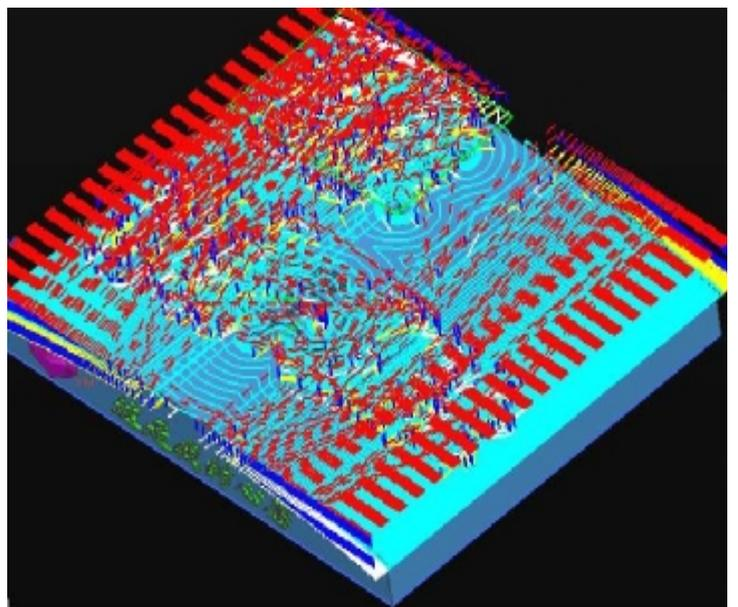
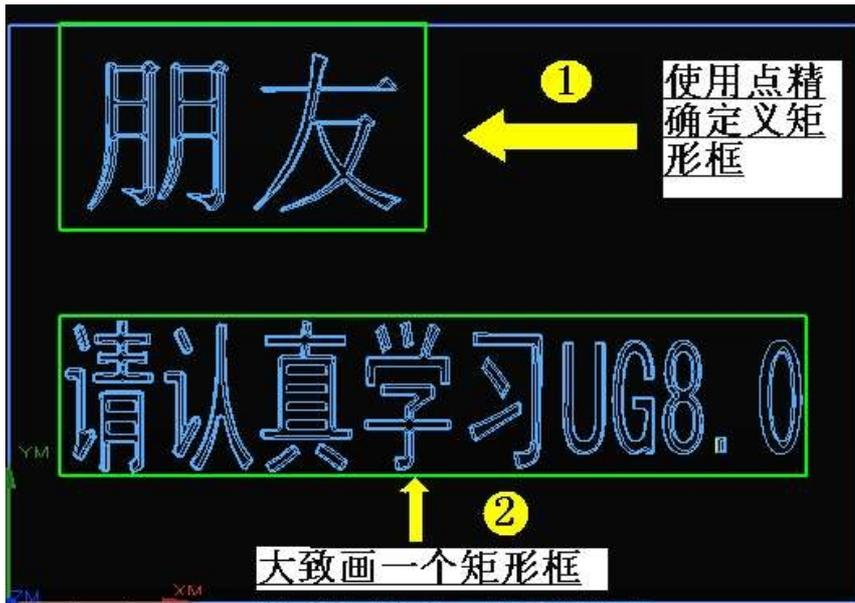

图kc2
图kc3
②分析：对于字体的加工最好是要单独的处理，所以我们就先把大曲面位置加工出来，然后集中精力实施对字体的加工。首先创建开粗程序——使用 D30R5 的刀具创建型腔铣开粗操作并进入对话框：选择字体为检查几何体（使用面方式），再选择零件的上表面和字体为加工区域（下图开粗 1、图 kc2）；其它参数设置如下：**切削模式** **跟随周边**、**步距** **刀具平直百分比**、**平面直径百分比** 、**每刀的公共** **恒定**、**距离** 。→进入切削参数对话框：策略选项卡下：**切削方向** **顺铣**、**切削顺序** **层优先**、**刀路方向** **向内**、 **岛清根**、**壁清理** **自动**、**在边上延伸** （防止 4 个边缘留下材料）；**余量选项卡**下：**部件侧面余量** 、**部件底面余量** 、**检查余量** （防止大刀具碰到字体）；**空间范围**下：**处理中的工件** **使用基于层的**，按下 **确定** 回到主对话框→定义非切削移动参数：**进刀选项卡**下：**倾斜角度** 、**最小斜面长度** ；定义切削起点：**起点/钻点**、**区域起点** 指定如图 kc2 所示的点为切削起点，按下 **确定** 回到主对话框→定义切削进给率：点击 **进给率和速度** 图标进入对话框： **主轴速度 (rpm)** 、**剪切** 、**进刀** ，点击 **确定** 回到主对话框并生成刀轨（下图 kc3）所示。